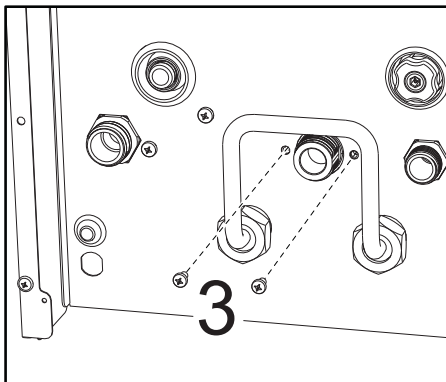

fig. 45
- Undo the screws “3” (fig. 45)